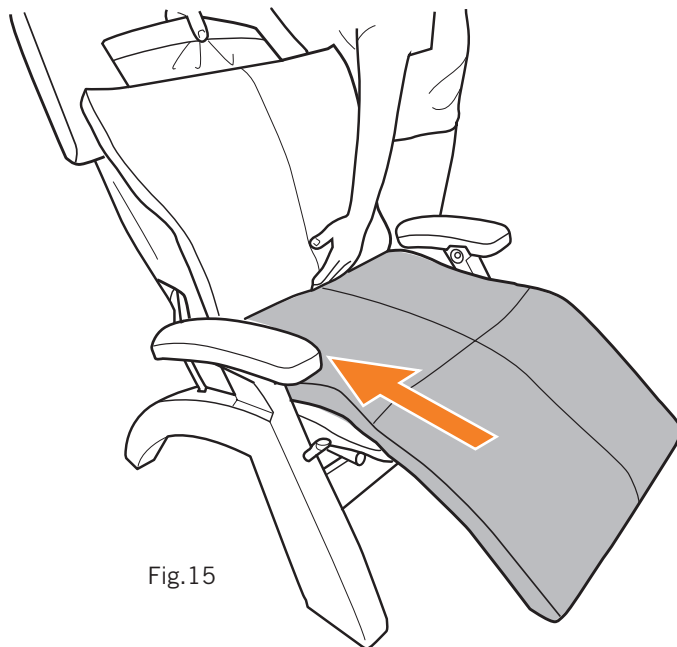

Fig.15
5. Soulevez le coussin corporel pour détacher les fermetures autoagrippantes, tirez-le fermement vers le siège, puis appuyez fermement sur le siège et la région des jambes pour le fixer (Fig.15).